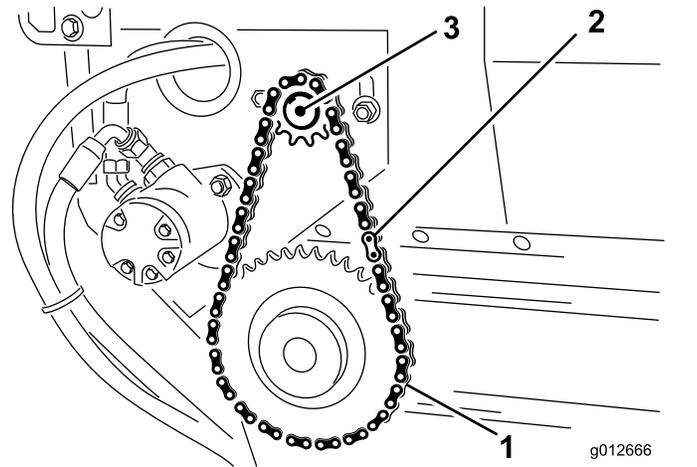

Figura 29
2. Remova o elo principal da corrente e remova a corrente das rodas motoras pequenas (Figura 29).